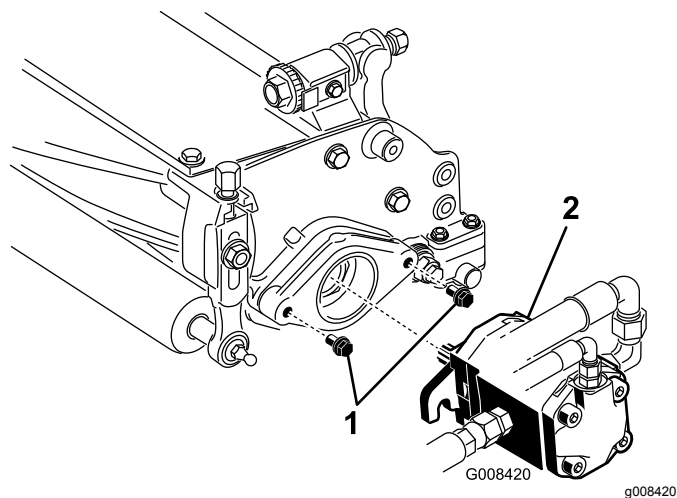

Figura 11
7. Asegúrese de que quedan aproximadamente 13 mm de rosca a la vista en cada perno de montaje del motor del molinete (Figura 11).
8. Recubra de grasa limpia el eje de cada motor e instale el motor girándolo en el sentido de las agujas del reloj de manera que las bridas del motor no choquen con los espárragos. Gire el motor en sentido antihorario hasta que las bridas rodeen los espárragos (Figura 11).
9. Apriete los pernos de montaje (Figura 11).